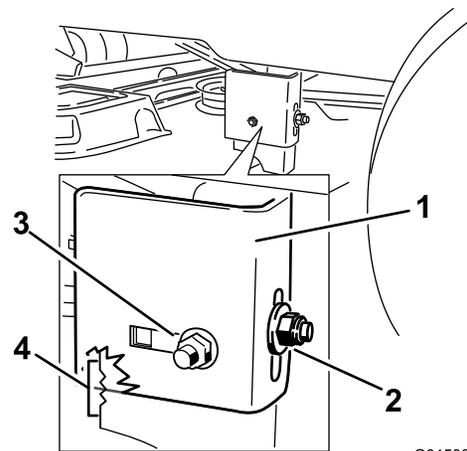

Figura 52
10. Cuando la carcasa esté en la posición deseada, apriete la tuerca de bloqueo trasera de la pletina de suspensión para fijar la posición nueva (Figura 52). Apriete la tuerca de bloqueo lateral de la pletina de suspensión.